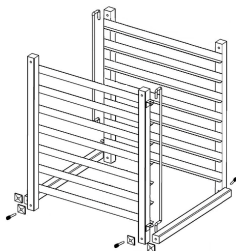

Fig. 1
2. Først skal du montere 2 tværgående lister i bunden på siden af side elementer. Imellem tværgående liste og side elementet samt imellem side elementet og skruer skal du lægge en underlagsskive. Stram skruer ved hjælp af en unbrakonøgle (**fig. 1**).